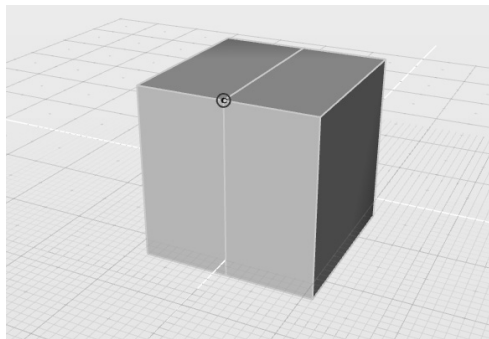

图 6-55 在一边中点位置进行循环边切分
- 2) 激活“添加循环边”工具，单击任意边线，可添加一个循环切分。如果按住鼠标左键在该边上移动，则可捕捉到中点位置进行切分，如图 6-55 所示，按空格键确认。